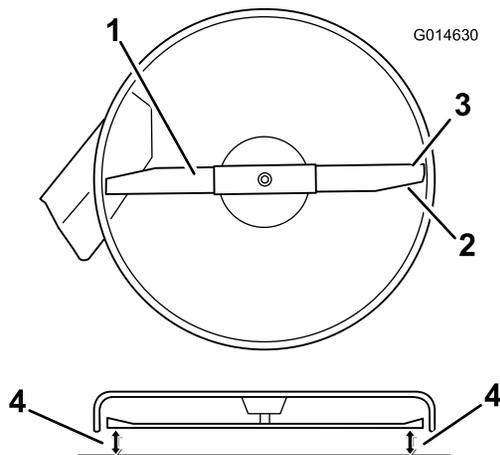
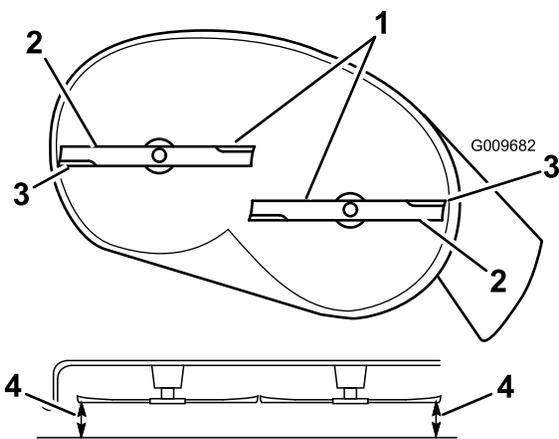

Figura 56
Figura 57
4. Girate con cautela la(e) lama(e) in modo che sia(no) disposta(e) lateralmente (Figura 56 e Figura 57).
5. Misurate la distanza tra i taglianti esterni e la superficie piatta (Figura 56 e Figura 57).